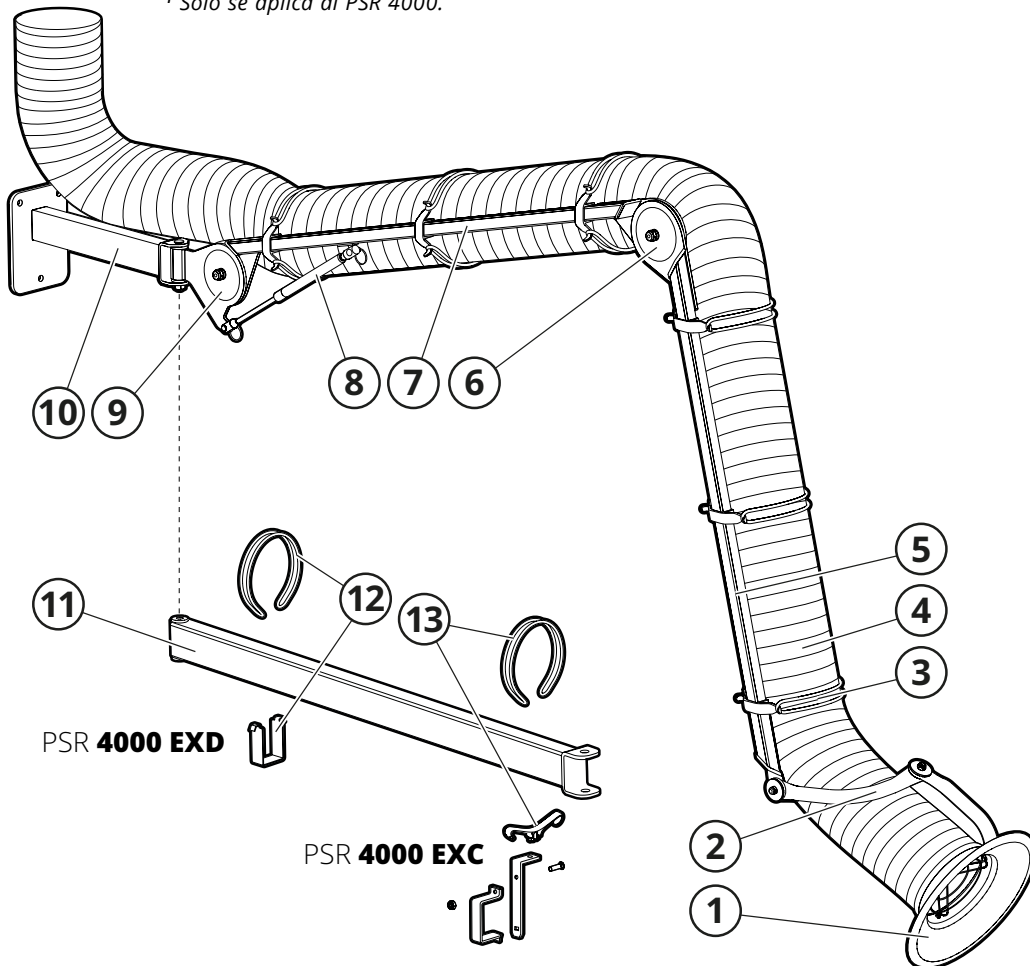

Fig. 2
Consulte la **Fig. 2**.
El extractor local está montado en un soporte de pared (10, **Fig. 2**) de serie y cuenta con brazos de apoyo colocados hacia fuera (5, 7). En la articulación superior (9) hay un muelle de gas (8) que equilibra el propio peso del brazo. La resistencia del brazo está regulada en cada articulación (6, 9). La cubierta (1) está diseñada para la máxima eficiencia de succión y es perfecta para interceptar del gas y el polvo. La articulación de la cubierta (2) tiene una flexibilidad de 180+180°. La manguera (4) está montada en el brazo en el soporte de manguera Fumex Q-MaiD™ (3).